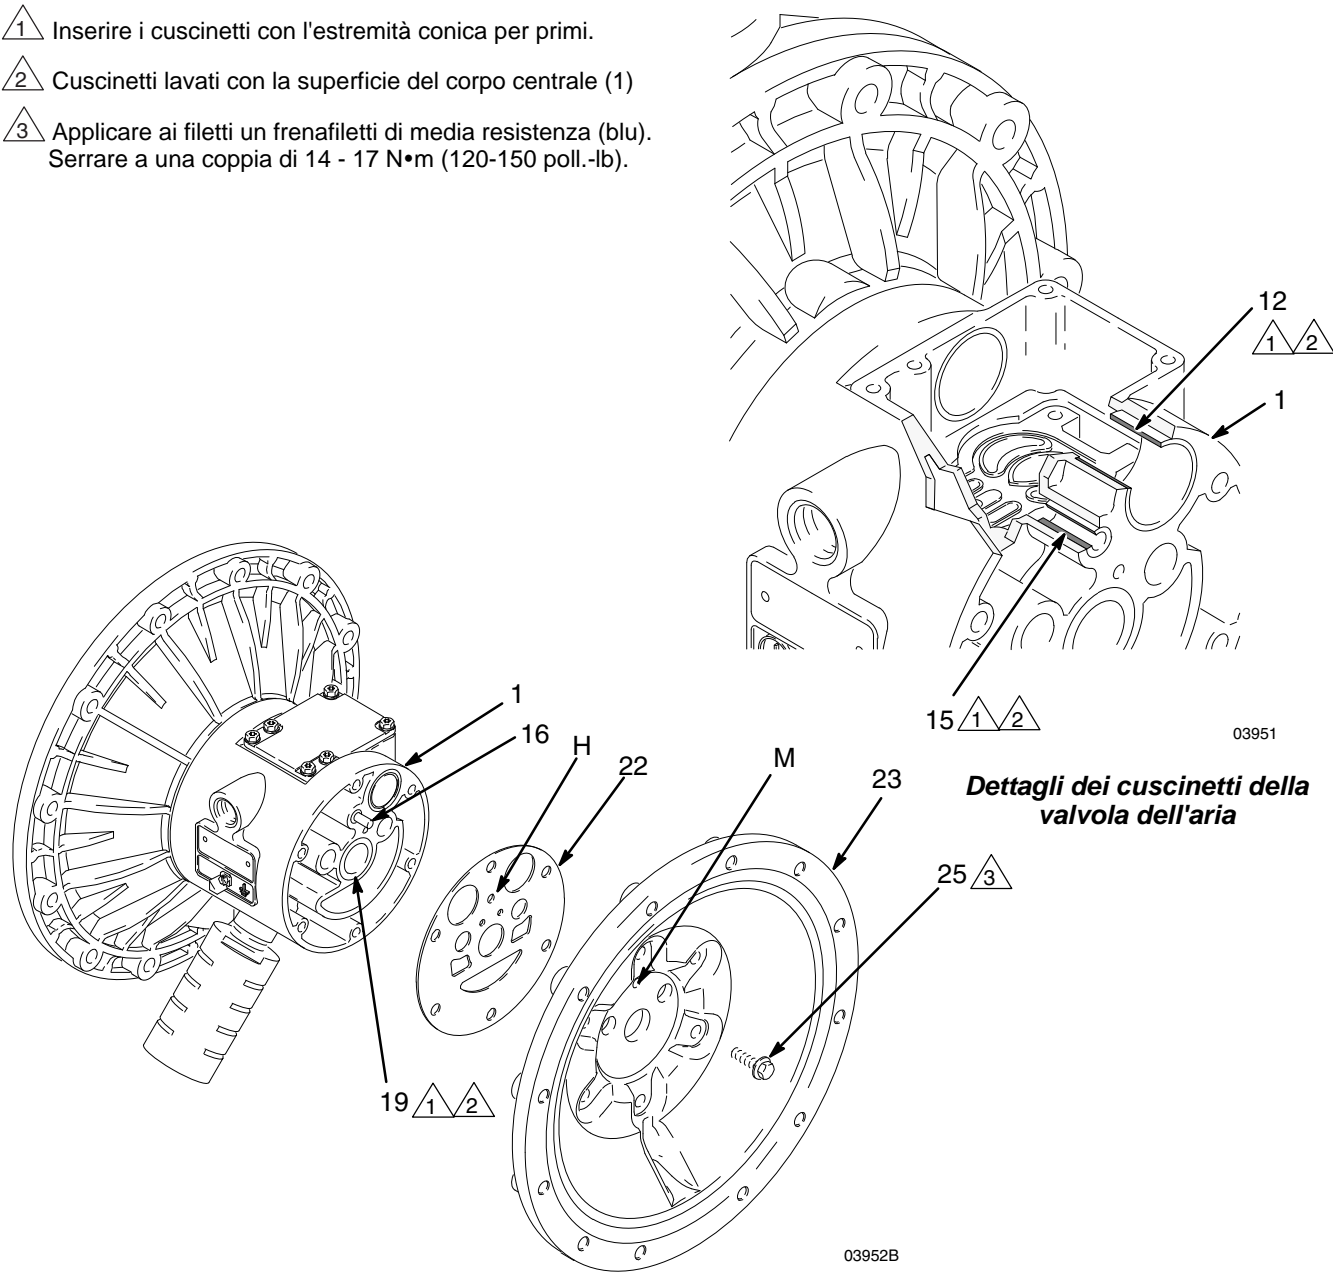

FIG. 13
**NOTA:** Se si sta rimuovendo solo il cuscinetto dell'albero delle membrane (19), saltare il passaggio 4.
5. Utilizzando una chiave a tubo da 10 mm, rimuovere le viti (25) che reggono i coperchi dell'aria (23) sul corpo centrale (1). Consultare FIG. 13.
6. Rimuovere le guarnizioni del coperchio dell'aria (22). Sostituire sempre le guarnizioni con altre nuove.
7. Utilizzare un estrattore di cuscinetti per rimuovere i cuscinetti dell'albero della membrana (19), i cuscinetti della valvola pneumatica (12) o i cuscinetti dello spinotto di guida (15). Non rimuovere i cuscinetti non danneggiati.
1. Se sono state rimosse, installare i premiguarnizioni a U dell'albero (402\*) in modo che i bordi si trovino **di fronte** al corpo (1).
2. I cuscinetti (19, 12 e 15) sono conici e possono essere installati solo in un senso. Inserire i cuscinetti nel corpo centrale (1), **con l'estremità rastremata per prima**. Utilizzando una pressa o un blocco o un mazzuolo di gomma, inserire il cuscinetto in modo che sia lavato con la superficie del corpo centrale.
4. Allineare la nuova guarnizione del coperchio dell'aria (22) in modo che il pin guida (16) estendendosi dal corpo centrale (1) combaci con il foro corrispondente (H) della guarnizione.
5. Allineare il coperchio della sezione pneumatica (23) in modo che lo spinotto di guida (16) si inserisca nel foro centrale (M) dei tre piccoli fori vicini al centro del coperchio. Installare le viti (25), serrando a mano. Consultare FIG. 13. Utilizzare una chiave a tubo da 10 mm, serrare a croce le viti in modo uniforme a una coppia di 14-17 Nm (120-150 poll.-lb).